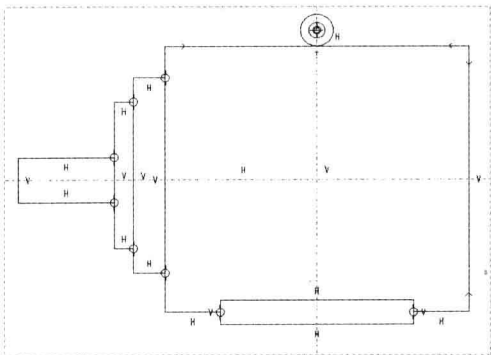

图 13-31 绘制其余的直线
Step 13 采用与上同样的方法，使用“线链”命令，在绘图区合适的点上单击鼠标左键，绘制其余的直线，如图 13-31 所示。